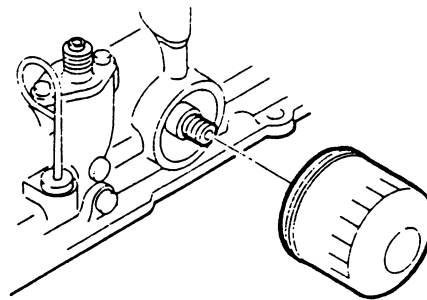

Fig. 7.1
- (2) **Vervang het oliefilter (Fig. 7.1):**